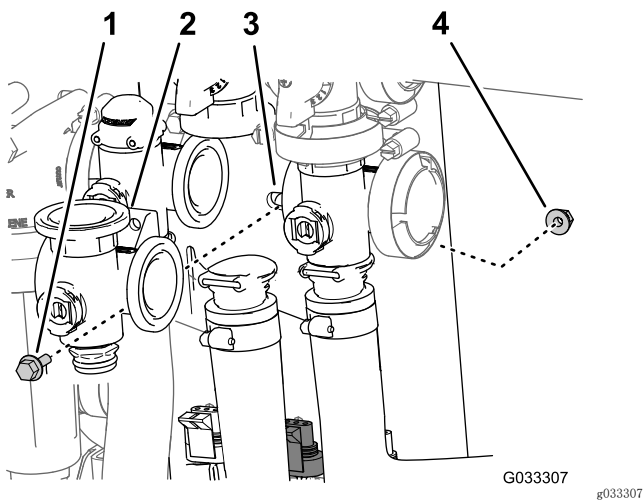

图70
3. 卸下将搅拌阀固定至阀安装座的凸缘头螺栓和凸缘锁紧螺母，然后从机器中拆下阀歧管（图70）。